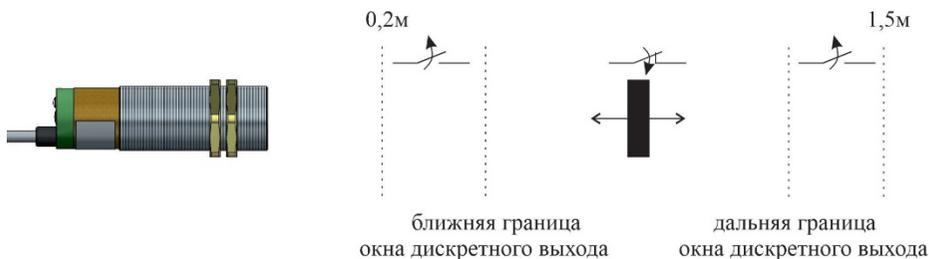

Рисунок 7 - Состояние дискретного выхода в режиме «НО»
2.8.1 Если установлен режим работы «НО», дискретный выход замыкается, если объект находится внутри окна, и размыкается, если объект находится вне окна (см. Рисунок 7). В случае, когда датчик не обнаруживает объект, дискретный выход разомкнут.